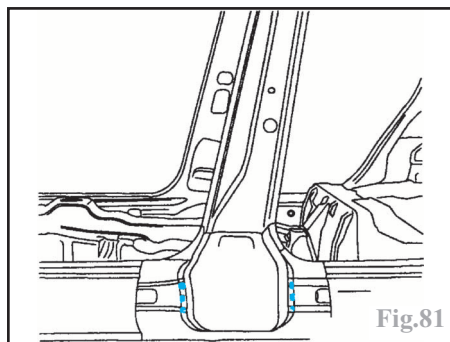

Fig.81
-points bouchons au MIG et meuler les bouchons (Fig.81),